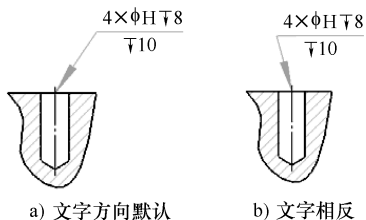

图 5-28 引出说明标注实例
5) 按需要位置输入第二点后，即完成引出说明标注。引出说明标注实例如图 5-28 所示。